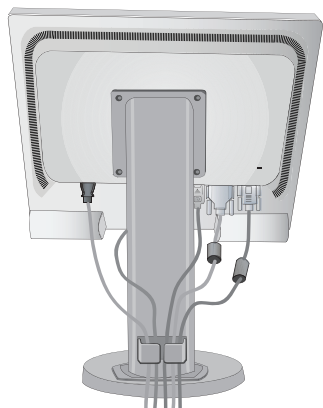
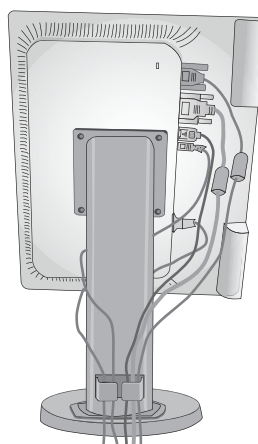

Figura B.2
Figura B.3
5. Coloque el cable de señal de vídeo y el de alimentación entre los agujeros del soporte, como se muestra en la **figura B.2/ figura B.3**.